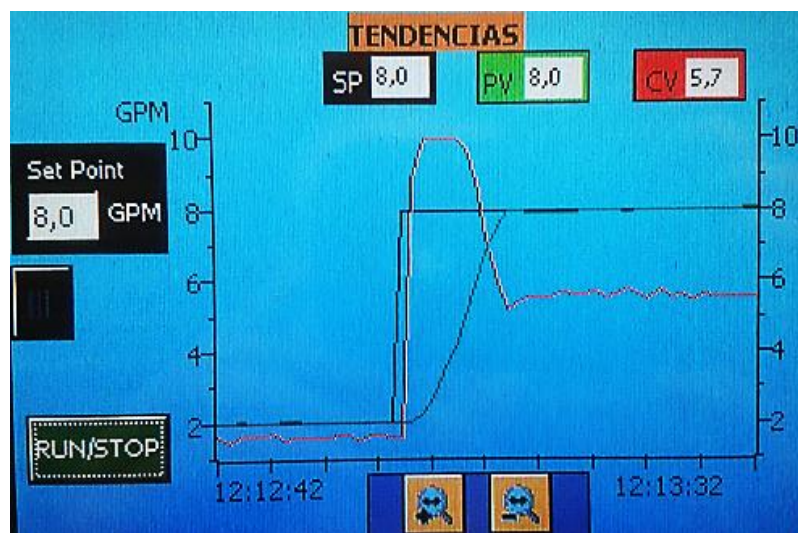

Figura 3.30: Curvas de proceso según su color.
Para analizar las curvas de respuesta de cada proceso utilizando cada uno de los modos de control se empleó fotografías que fueron tomadas directamente de la TOUCH PANEL KTP600, con el fin de observar el comportamiento de los proceso caudal y velocidad, en los cuales cada línea de las gráficas muestran una variable según el color de las mismas de tal manera que; la variable del proceso (PV) está representado con el color verde, el set point (SP) está representado con el color negro y la variable de control (CV) está representado con el color rojo como se muestra en la figura 3.30.
comportamiento del CV (variable de control) con el fin de alcanzar el valor de PV (variable del proceso). Así por ejemplo en la figura 3.30 se observa el funcionamiento del controlador PID en el proceso de caudal en donde el valor del SP es de 8,0 GPM, el valor de la CV es del 57% y el valor del PV es de 8,0 GPM.